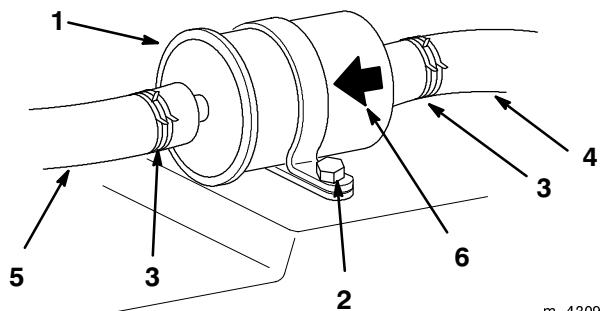

Figure 42
3. Retirer le boulon de fixation du filtre, et détacher le filtre (Fig. 42).
4. Pincer les extrémités des colliers et faire glisser ceux-ci pour les éloigner du filtre (Fig. 42). Détacher du filtre les conduites d'alimentation.
5. Enfoncer les conduites d'alimentation sur le filtre neuf, et rapprocher les colliers pour fixer les conduites (Fig. 42). La flèche de sens d'écoulement doit être pointée vers le moteur et la pompe d'alimentation. Fixer le filtre au châssis à l'aide du boulon enlevé précédemment (Fig. 42).